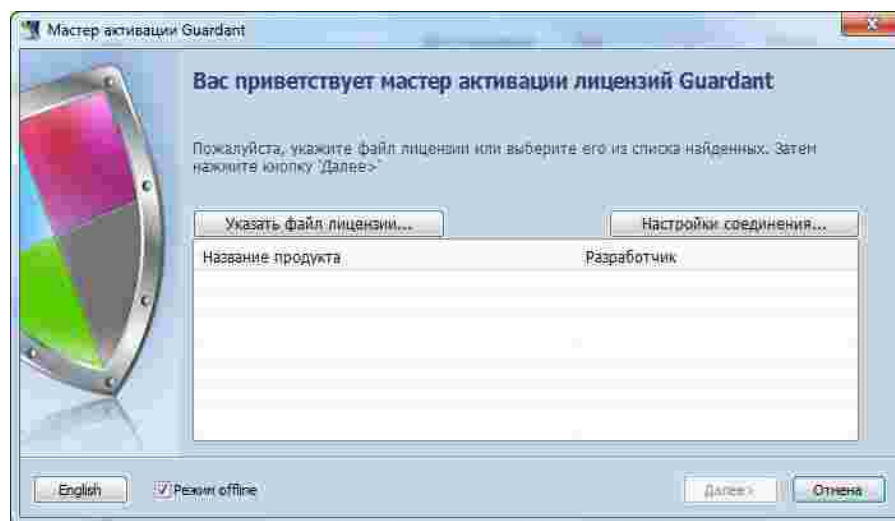

Рис. 29 Мастер активации на компьютере с доступом к сети интернет
8. Нажмите кнопку «Указать файл лицензии...» в главном окне мастера нажмите, см. Рис. 29.